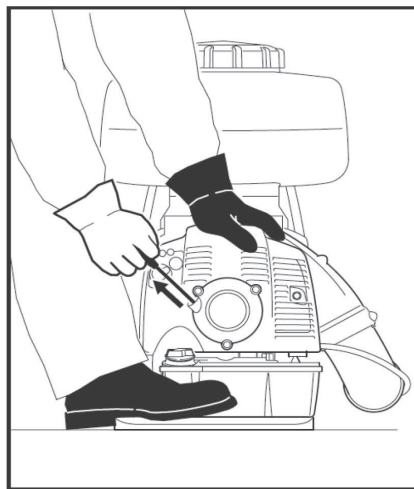

Рис. 18
- Одной рукой придерживая двигатель, другой слегка потяните за ручку стартера пока не почувствуете сопротивление, затем потяните за ручку стартера сильно, но плавно (рис. 18). Повторите это действие 5-6 раз до первой вспышки в цилиндре двигателя.